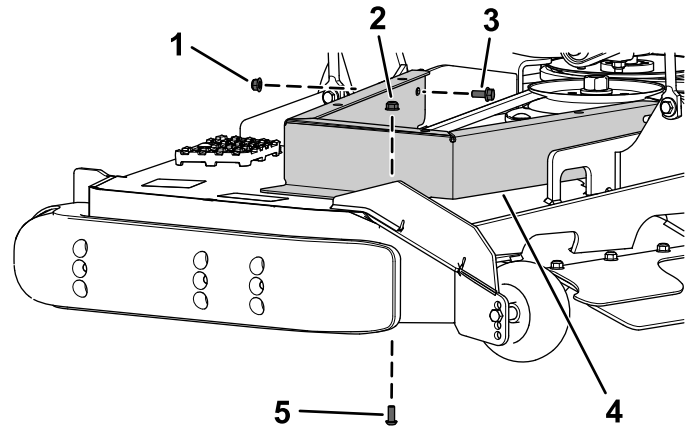

Figura 7
2. Fissate la protezione del montante della puleggia sinistra al piatto di taglio del tosaerba utilizzando il bullone a testa bombata ($\frac{5}{16}$ " x $\frac{3}{4}$ ") e il dado flangiato ($\frac{5}{16}$ ") rimossi in precedenza, e un nuovo bullone a testa flangiata ($\frac{5}{16}$ " x $\frac{3}{4}$ ") e un dado flangiato ($\frac{5}{16}$ ") come mostrato in Figura 7.